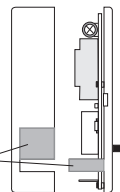

Fig. 5.i
Enlever de la base les parties prévues pour l'acheminement des fils de connexion illustrées dans la figure 5.i.
- Fixer la base à la paroi (ou boîtier à encastrer), avec 2 vis en utilisant les couples de trous **(A-A, B-B, C-C)** préconfigurés (fig. 5.i).